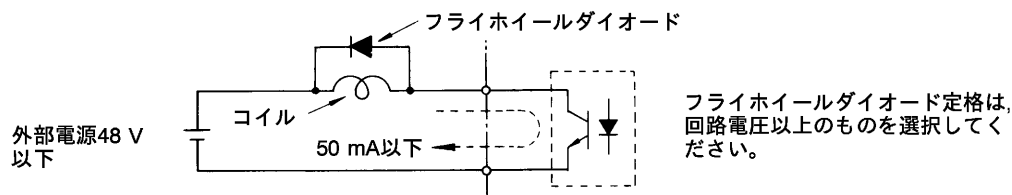

図 2.34 フライホイールダイオードの接続
*2 リレーのコイルなどのリアクタンス負荷を駆動する場合は，必ず図 2.34 のフライホイールダイオードを挿入してください。